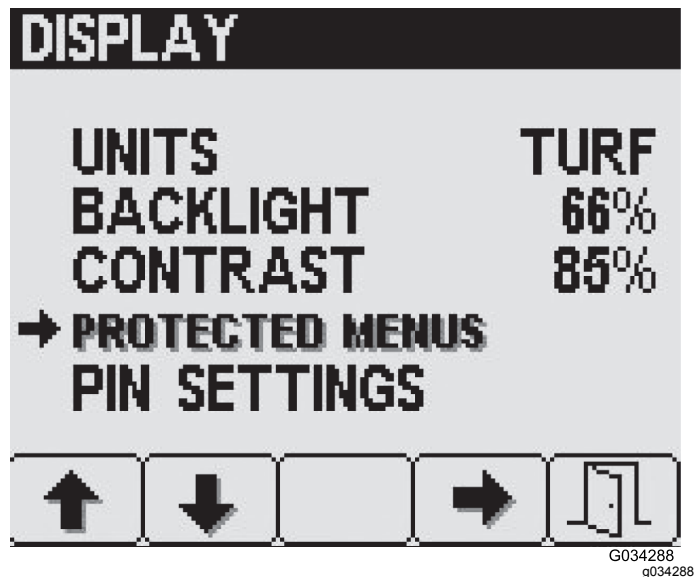

Figura 22
1. Premete il pulsante 2 sulla schermata Impostazioni display fino a raggiungere Menu protetti, poi premete il pulsante 4 per selezionare Menu protetti (Figura 22).
2. Premete il pulsante 2 fino a raggiungere l'elemento del menu protetto desiderato (Figura 22).